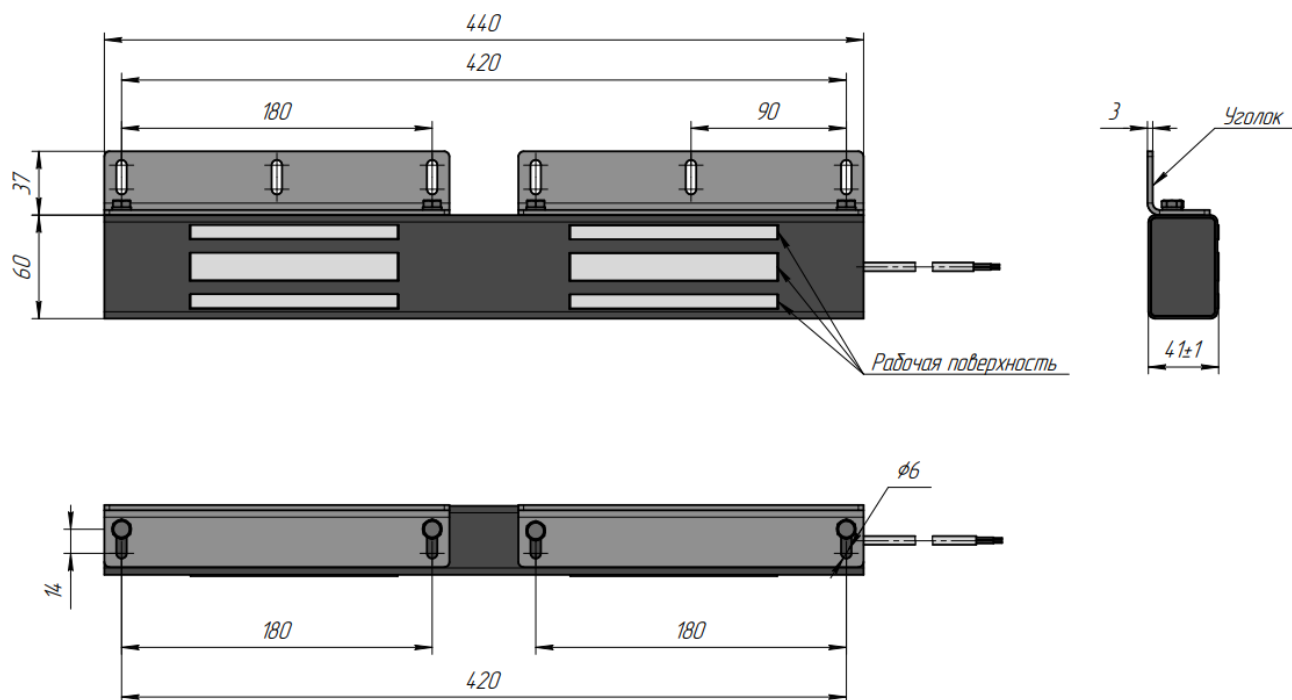

Рис.2 Корпусная часть замка FM-26
Габаритные и установочные размеры корпусной части и якорной части замка приведены на рис.2, 3.
5.4.1 Якорная часть замка разборная и состоит из пластины крепления якоря (15), конической пружины (14),якоря (11) и регулировочного винта (10). Пружина обеспечивает необходимый угловой и осевой ход якоря на пластине для плотного прилегания рабочих поверхностей корпуса и якоря. Крепление якоря на пластине выполняется регулировочным винтом (10). Под регулировочный винт необходимо просверлить отверстие диаметром 8-10мм на глубину 10мм. Винт позволяет производить регулировку положения якоря. Для вращения винта используется шестигранный ключ из комплекта поставки.
7.5.2. В процессе монтажа якорная и корпусная части замка должны быть совмещены в продольном и поперечном направлениях, до совпадения осей А и В. Положение осей показано на рис. 2 и 3.